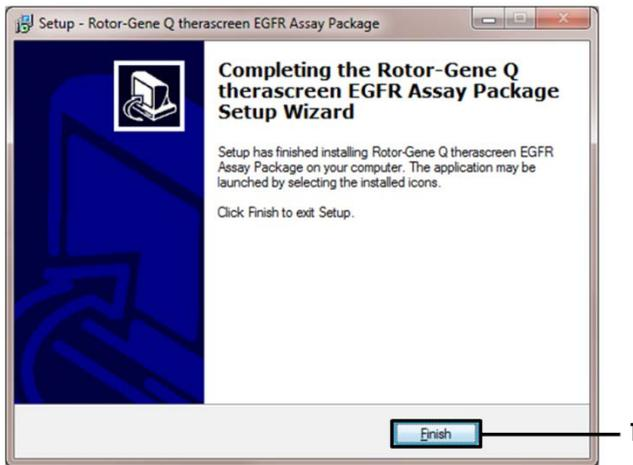

Abbildung 43. Schließen des Einrichtungsassistenten (1 = „Finish“ (Fertigstellen)).
6. Klicken Sie nach Abschluss der Installation im letzten Dialogfeld des Setup Wizard (Einrichtungsassistent) auf Finish (Fertigstellen) (Abbildung 43).